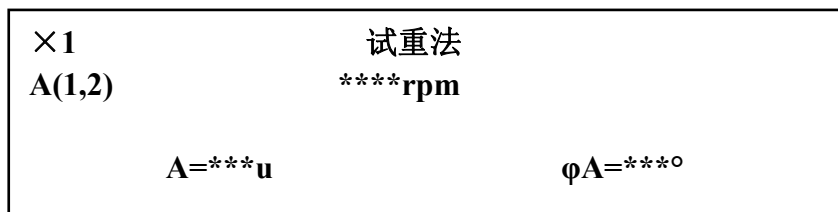

图 4-22
按|执行|键，屏幕显示如图 4-22。
(8) 在图 4-22 中，当转速值稳定在动平衡转速，振动值 A、角度值 φA 读数稳定时，按|保持|键锁定读数，屏幕的右上角显示“**”。